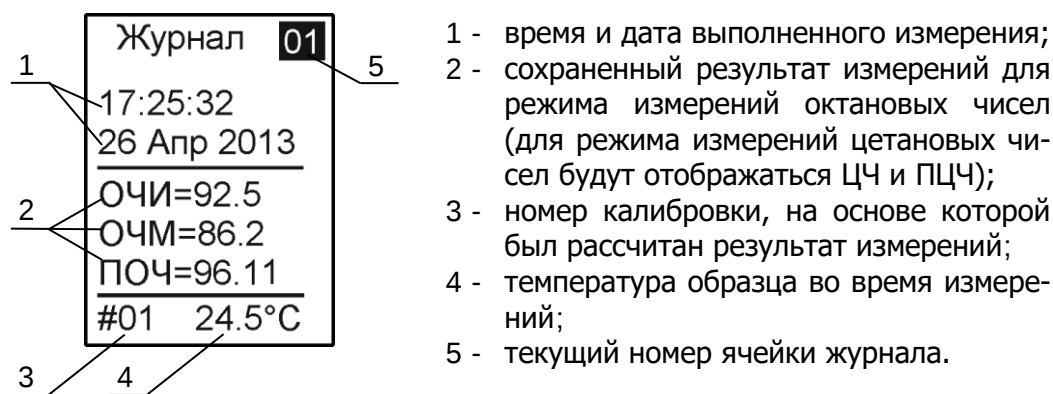

Рисунок 14 — Просмотр журнала
- нажатием кнопки **←** войти в подменю и кнопками **↑**, **↓** выбрать желаемую для просмотра ячейку памяти (рисунок 14);